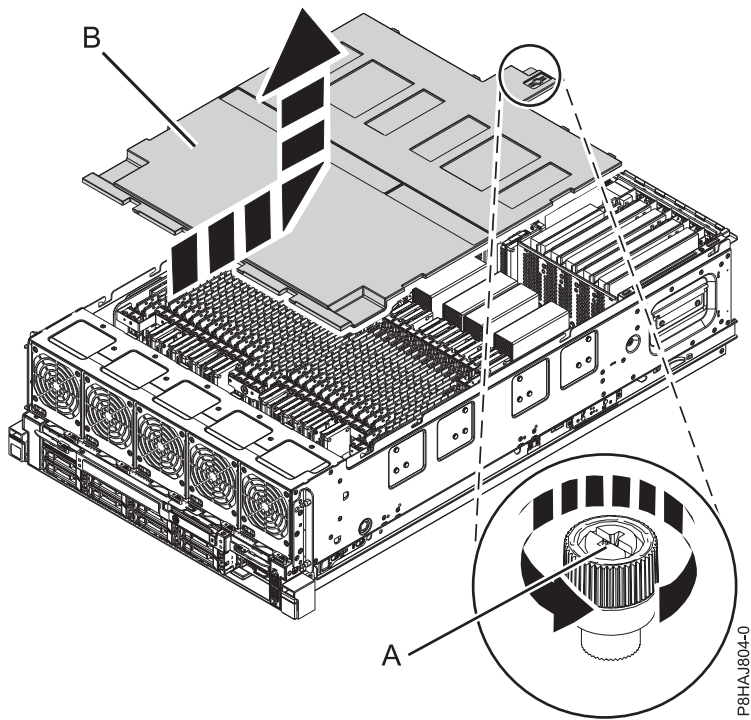

Figura 20. Extracción de la cubierta de seguridad
2. Afloje el tornillo de mano (A) situado en la parte posterior de la cubierta, girándolo en la dirección que se muestra en la Figura 20 en la página 48.
3. Deslice la cubierta de seguridad (B) hacia la parte posterior del sistema. Cuando la parte frontal de la cubierta se haya separado del reborde superior del chasis, levante la cubierta hacia arriba y fuera del sistema.